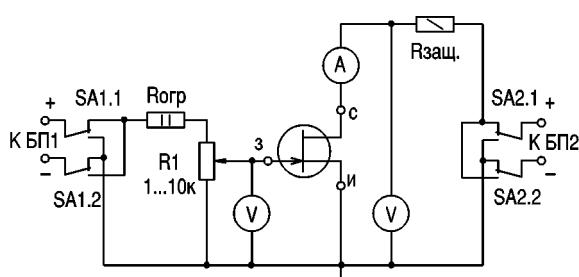
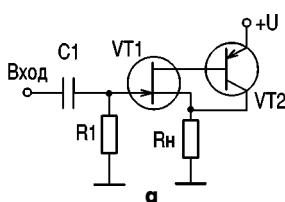

рис. 7
рис. 8
**Схема установки для снятия ВАХ ПТ** изображена на **рис.7**. По этой схеме можно измерять параметры транзисторов КП103, КП302, КП303, КП305, КП307, КП901, КП922 и др. В указанном на схеме положении переключателей SA1 и SA2 схема пригодна для измерения ПТУП и ПТИЗ (ПТВК и ПТИК). Для испытания таких мощных ПТ, как КП904, 912,
Сравнение влияния температуры на параметры полевых и биполярных транзисторов свидетельствует о том, что в ряде случаев они противоположны по знаку и при совместном использовании тех и других транзисторов могут друг друга компенсировать. Например, при повышении температуры ток коллектора биполярных транзисторов увеличивается, а ток стока ПТ уменьшается. Рациональное совмещение транзисторов обоих типов позволяет создавать высокостабильные полупроводниковые устройства, отличающиеся простотой и стабильностью. Увеличить крутизну у ПТ можно добавлением биполярного транзистора, как это показано на рис.8,а,б. Увеличение крутизны ПТ происходит потому, что для тока базы биполярного транзистора используется ток стока или ток истока ПТ. Этот ток усиливается в  $h_{213}$  раз (рис.8,а) или в  $h_{213}+1$  (рис.8,б). В результате реальная крутизна ПТ
В быту может пригодиться искатель скрытой электропроводки, его легко можно собрать по схеме рис.8. При этом роль резистора нагрузки ( $R_H$ ) играют высокомоментные головные телефоны, например Тон-2. Датчиком такого искателя служит небольшой отрезок изолированного провода, длину этого отрезка подбирают экспериментально, для повышения чувствительности искателя провод-антенну скручивают в виде спирали. Конденсатор  $C_1$  из схемы можно изъять, а для схемы рис.8,б может понадобиться ввести дополнительный резистор от единиц до десятков килоом, в зависимости от параметров примененных транзисторов. Резистор  $R_1$  необходимо выбирать как можно большего сопротивления, увеличение этого резистора повышает чувствительность искателя (расстояния до электропроводки). При измерении параметров ПТ, например, по схеме рис.7, необходимо искать возможности самовозбуждений ПТ. ПТ так же, как и любые другие ВЧ транзисторы, способны самовозбуждаться на ВЧ при подключении к ним длинных соединительных проводов. Полезно включать в измерительные установки RC-цепи, например к затвору (рис.7) ПТ подключен резистор в несколько сотен ом, находящийся вблизи колодки-разъема для подключения испытуемого ПТ.